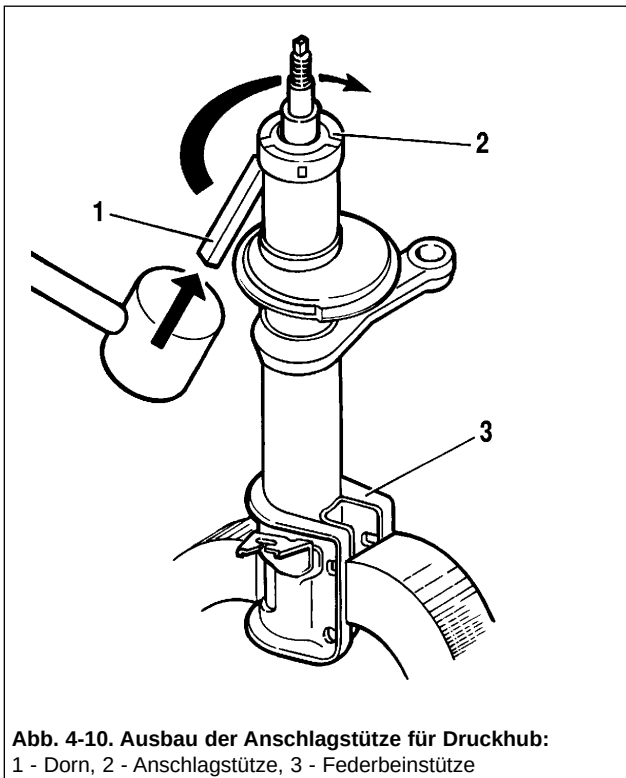

Abb. 4-10. Ausbau der Anschlagstütze für Druckhub:
Ist die Reparatur des Federbeines erforderlich, seinen Träger im Schraubenstock so spannen, daß die Wangen des Trägers rechtwinklig zu den Lippen des Schraubstocks liegen (Abb. 4-10). So eine Spannung schließt die sonst mögliche Verformung des Federbeines aus.
- das Lager 2 (Abb. 4-10) der Zusatzfeder ausbauen, indem man das Lager über einen Flachauswerferstift mit Hammer von unten nach oben ringsherum abklopft;